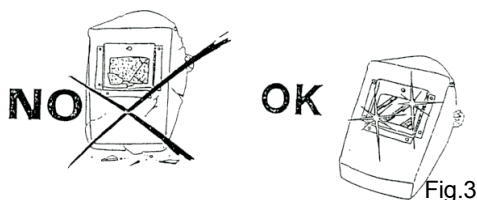

Fig.3
• Il faut toujours garantir la propreté des verres de protections, et les remplacer s'ils sont cassés ou fissurés (Fig.3). Il est recommandé d'installer un verre transparent entre le verre inactinique et la zone de soudage à le protéger contre les chocs et les projections de soudure. Remplacer périodiquement ce verre dès que des giclées ou des éclats en réduisent notablement la visibilité.